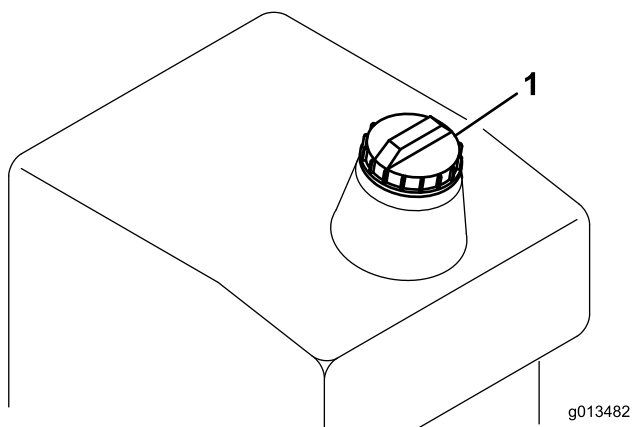

Figura 11
1. Limpie la zona alrededor del tapón del depósito de combustible (Figura 11).